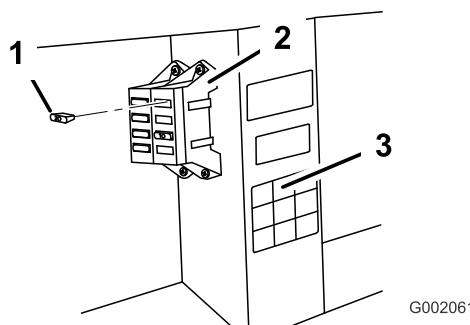

Figure 29
**Remarque:** Le fil correspondant dans le porte-fusibles doit être connecté au fil rouge et noir du faisceau (Figure 29).